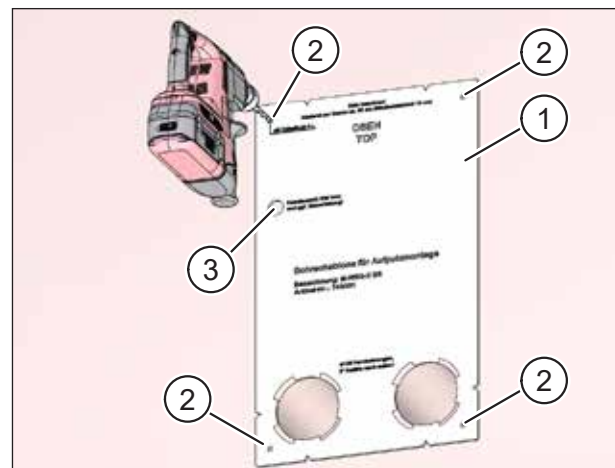

Abb. 19: Bohrungen für Dübel und Markierungen für Anschlusskabel
- ▶ Setzen Sie die Bohrschablone (Pos. 1 in Abb. 19) passgenau auf die beiden Kernlochbohrungen auf.
- ▶ Markieren Sie die vier Bohrungen (Pos. 2 in Abb. 19) für die Dübel zum Befestigen des Lüftungsgerätes an der Innenwand.
- ▶ Markieren Sie die Position des Kabelausses für das Netz- und Steuerkabel (Pos. 3 in Abb. 19) des Lüftungsgerätes. Die Markierung kennzeichnet das Ende der noch zu fräsenden Mauernut für das Netz- und Steuerkabel.